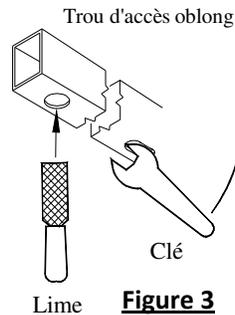

Figure 3
- Enlever les panneaux décoratifs des deux côtés près du passage de roue qui recouvrent les longerons : ôter deux (2) écrous hexagonaux (douille M10) dans le bas du longeron et deux (2) écrous hexagonaux (douille M5.5 socket) dans le bas du longeron. Des deux côtés. Il faudra découper ou enlever une fois l'attelage en place.
- Acheminer l'extrémité spiralée du fil de tirage à travers le trou arrière puis la faire sortir par le trou d'accès. Attacher l'espaceur et le boulon de carrosserie avec le fil de tirage puis acheminer les fixations en place à travers le trou. Laisser la visserie attachée avec les fils de tirage. Répéter la procédure sur les deux longerons. Remarque : Il pourrait être plus facile d'introduire la tête du boulon de carrosserie en premier. Répéter la manoeuvre pour les trous avant. Pour les deux longerons. Remarque : Il peut s'avérer nécessaire d'agrandir le trou d'accès à l'aide d'une lime ou d'une clé puisque le boulon de carrosserie s'introduit très étroitement à cet endroit. Voir la figure 3.